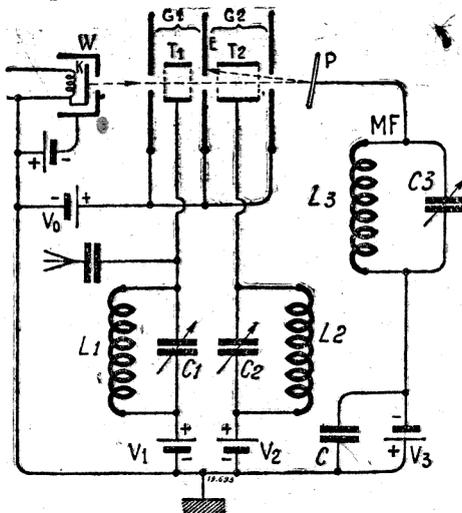

FIG. 12. — Changeur de fréquence à champ retardateur, avec couplage électronique rétroactif.
5. CHANGEUR DE FRÉQUENCE A CHAMP RETARDATEUR. — On peut faire agir sur le même faisceau électronique deux fréquences différentes, comme le montre le schéma de la figure 12.